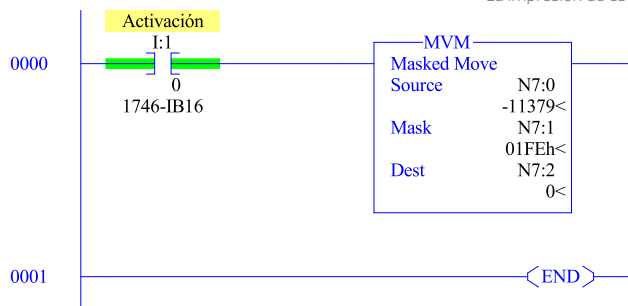

Figura 2. Bloque MVM
**Instrucción de manejo de datos MVM.-** La instrucción *Masked Move* (Figura 2) permite enmascarar partes de los datos de destino (*Dest*) mediante una palabra separada. La instrucción MVM decide qué partes de los datos de la fuente (*Source*) pasen a través de una máscara (*Mask*), que es una palabra separada, a la dirección de destino. Esta instrucción se lleva a cabo en cada *scan* siempre que las condiciones del peldaño sean verdaderas. El valor de la fuente no se modifica por este comando.